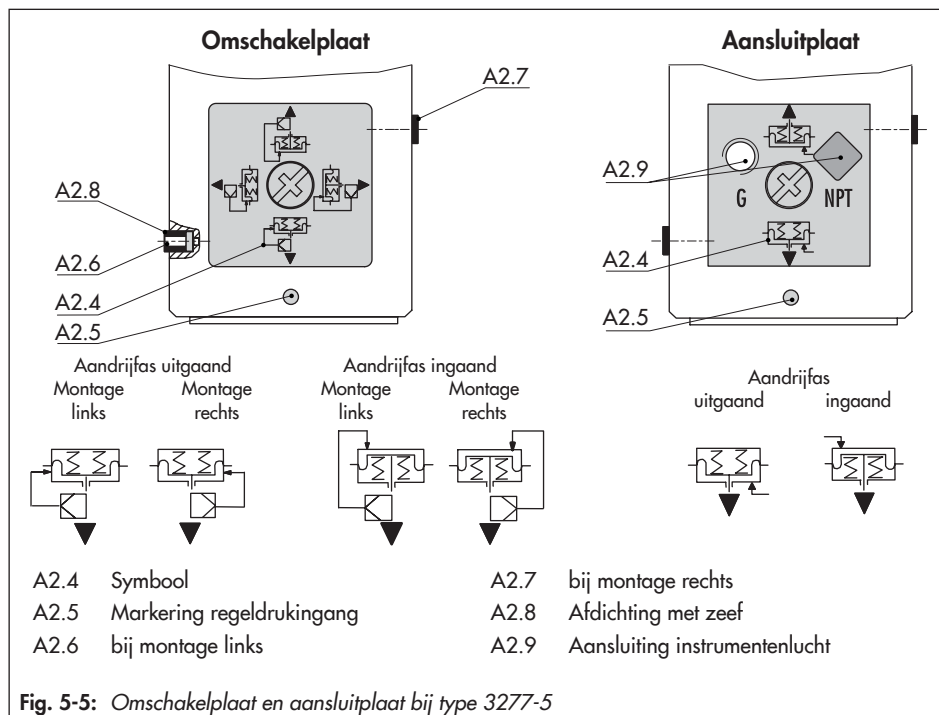

Fig. 5-5: Omschakelplaat en aansluitplaat bij type 3277-5
- De omschakelplaat zo draaien dat het symbool (A2.4) dat overeenkomt met de montagezijde en de veilige positie op één lijn ligt met de markering (A2.5), zie Fig. 5-5.
- De aansluitplaat zo draaien dat het symbool (A2.4) dat overeenkomt met de veilige positie op één lijn ligt met de markering (A2.5), zie Fig. 5-5.